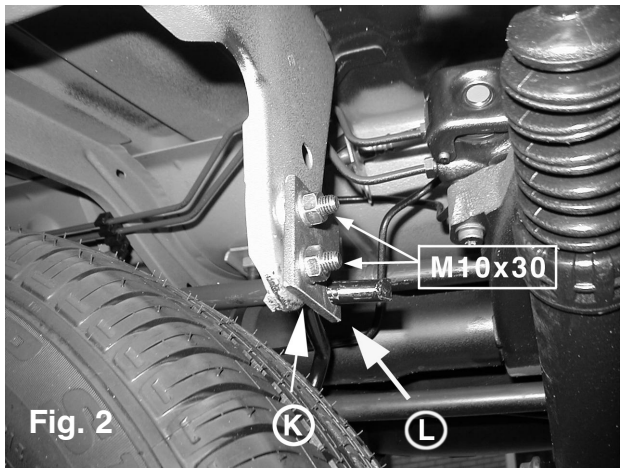

Fig. 2
Alleen van toepassing voor voertuigen met 14 inch wielen: Neem links en rechts voor de reservewielhouder los. Monteer plaatjes L t.p.v. de punten K op de aanwezige gaten d.m.v. vier bouten M10x30 inclusief veerringen en moeren. Plaats de reservewielhouder ter plaatse van punten L op plaatjes K.(fig. 2). Demonteer de bumper. Neem de mistlampstekker los. Plaats de kooimoeren (1 en 5) overeenkomstig schets in het linker en rechter chassis.
Do zastosowania tylko w pojazdach o kołach 14 -calowych: Poluzować obudowę koła zapasowego z przodu po prawej i lewej stronie. Zamontować płytki L w punktach K na istniejących otworach, posługując się czterema śrubami M10x30 wraz z pierścieniami sprężystymi i nakrętkami. Umieścić obudowę koła zapasowego w miejscu punktów L na płytkach K.(rys. 2). Zdemontować zderzak. Poluzować wtyczkę lampy przeciwmgielnej. Umieścić nakrętki kołpakowe (1 i 5) zgodnie ze schematem w lewej i prawej części podwozia.
1. Remove the spare tire. **Only applicable for vehicles with 14-inch wheels: Remove the spare tyre holder found on the front left and right of the vehicle. Fasten plates L at the points K to the holes present using four M10x30 bolts including spring washers and nuts. Place the spare tyre holder on plates L (fig. 2).** Remove the bumper. Remove the mist lights plug. Place the cage nuts (1 and 5) at the left and right of the chassis in accordance with the sketch.
4. Mount the ball casing to the towbar using two M10 x 80 (10.9) bolts including flat washers and self-locking nuts (10). Turn all bolts to the torque indicated in the table. Replace the spare tire. Fit the socket plate with two M8 x 20 bolts with spring washers and nuts. Fit the accessory coupling (077921) supplied to the ball hitch using two M10 x 40 bolts together with distance tube, spring washers and nuts.